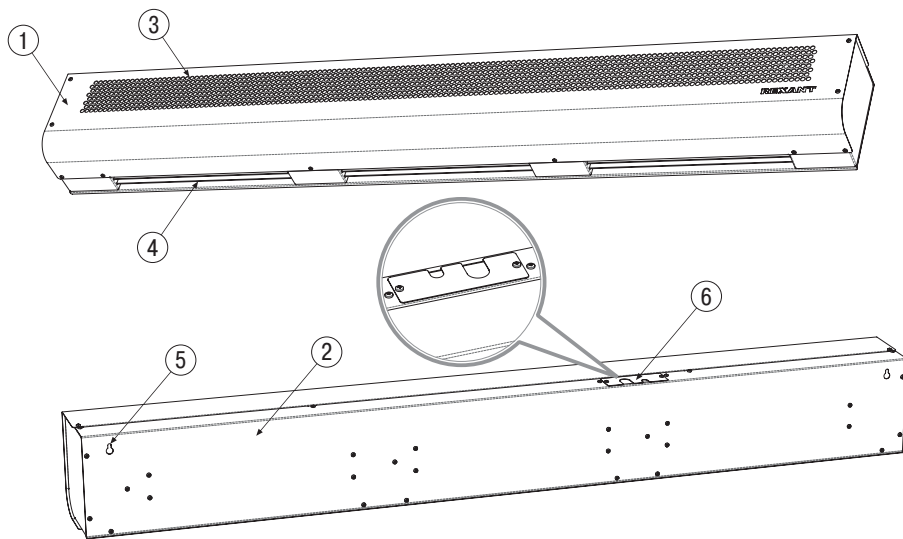
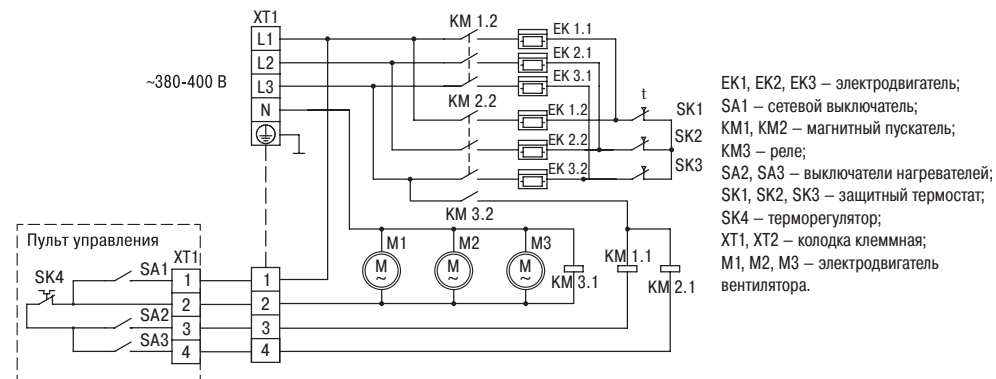

Рисунок 2. Элементы конструкции тепловой завесы
Рисунок 4.
1. Завеса (см. рис. 2, 3) представляет собой металлический корпус, состоящий из передней панели (1) и задней панели (2), внутри которого на шасси расположен вентиляторный блок с игольчатым электронагревательным элементом (стич-элементом, на чертеже не показан). Внутри корпуса, в нижней его части, расположено сопло (4).
2. На задней поверхности корпуса расположены фигурные прорезы (5) для монтажа на стену.
3. Схема электрических соединений и узлов прибора показана на рис. 4.
4. Принцип работы тепловой завесы смешительного типа показан на рис. 1. Вентиляторный блок, установленный внутри завесы, всасывает внутренний воздух помещения через воздухозаборные отверстия (3) (см. рис. 2) на передней стороне корпуса, нагревает его нагревательными элементами и выбрасывает нагретый воздух через сопло (4) в виде мощной узконаправленной струи. Нагретые струи завесы интенсивно смешиваются с поступающим холодным наружным воздухом, повышая температуру до требуемой.